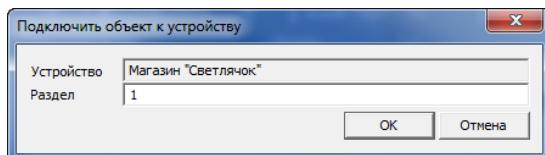

Рисунок 14.12 — Окно Подключить объект к устройству
- 3.1. При связывании объекта мониторинга с карточкой контроллера откроется окно *Подключить объект к устройству* (см. рисунок 14.12). Подбор номера **раздела** контроллера, соответствующего объекту, выполняется автоматически в зависимости от типа объектового устройства и количества разделов, уже связанных с объектами. При необходимости номер связываемого раздела можно изменить.